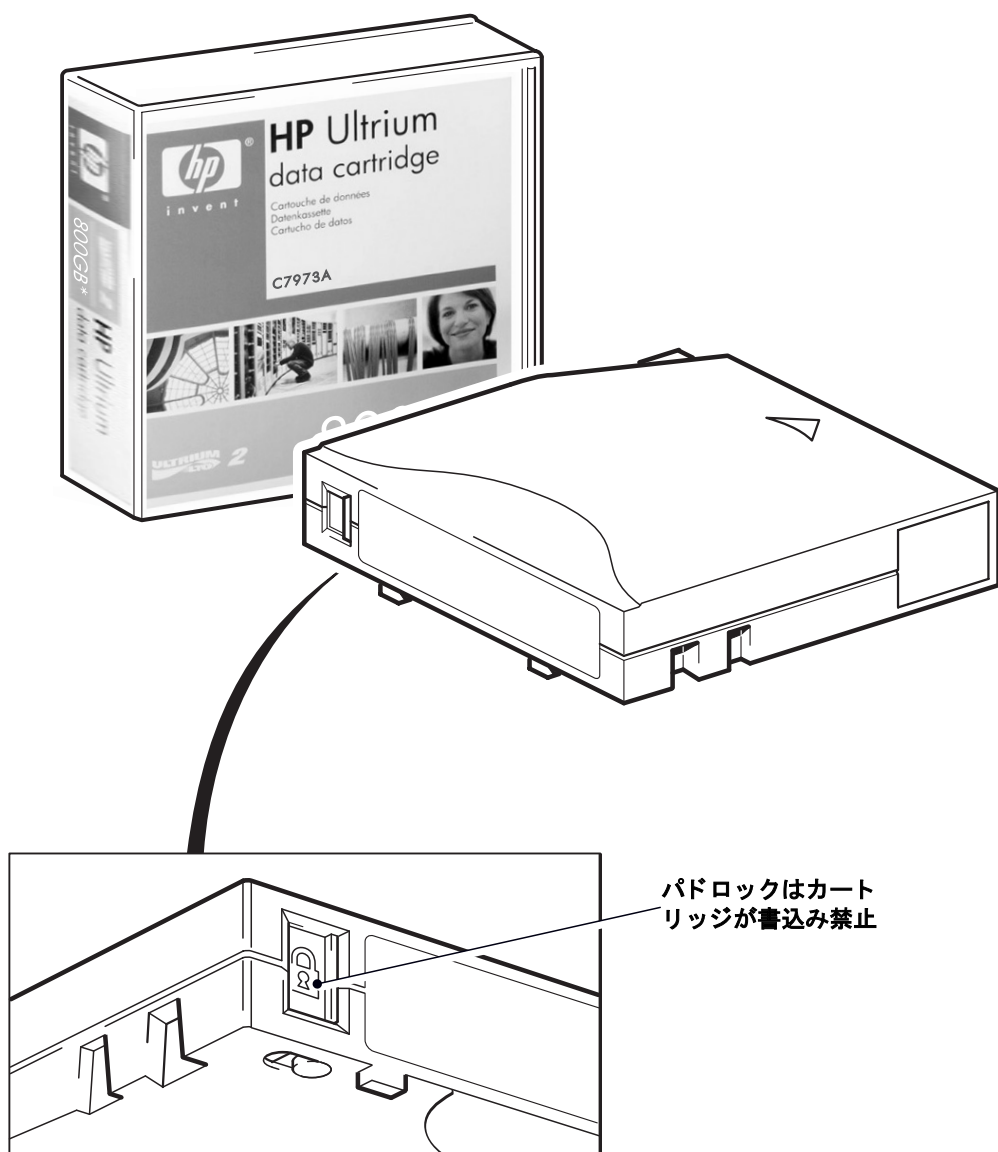

図 11: カートリッジの書き込み禁止
- カートリッジを書込み可能にするには、カートリッジのスイッチを左に押して、データの書き込みができるようにします。図 11 は、書込み禁止タブの位置を示します。